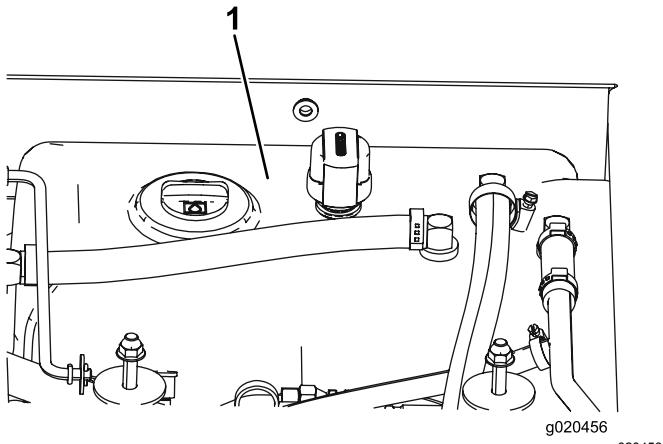

Bild 117
- Füllen Sie den Hydraulikbehälter (Bild 117) mit Hydrauliköl, siehe Prüfen des Hydrauliköls \(Seite 79\).